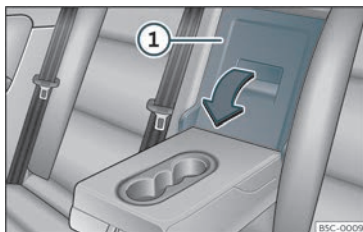

Fig. 115 No respaldo do asento traseiro: apertura da trapela.
- Puxe da panca de desbloqueo na dirección da frecha e abata completamente a tapa da trapela»» fig. 115 ① cara adiante.